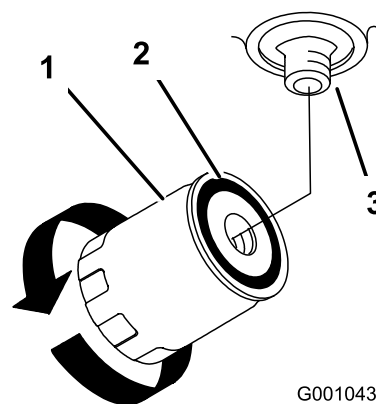

Figura 94
- Spalmate un velo sulla guarnizione di gomma sul nuovo filtro (Figura 94).
- Riempite il serbatoio idraulico con il fluido idraulico fino a quando il fluido non fuoriesce da filtro e poi girate il filtro del fluido in senso orario fino a quando la guarnizione in gomma non viene a contatto con l'adattatore del filtro, poi serrate il filtro di un altro 1/2 giro (Figura 94).